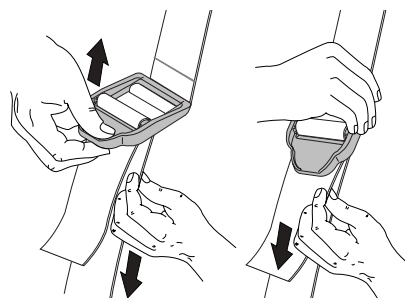

Fig. 6
4. Réglez la longueur en fonction de la taille de l'opérateur. Tirez la languette pour rallonger ou tirez la bande pour raccourcir (fig. 6).